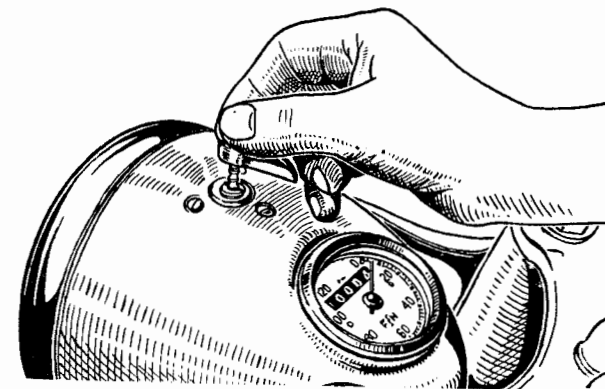

Fig. 6
- e) Introduire la clef de contact dans son logement au-dessus du phare. Vérifier le fonctionnement du phare, de la lanterne arrière et de la lampe-témoin. (Fig. 6.)